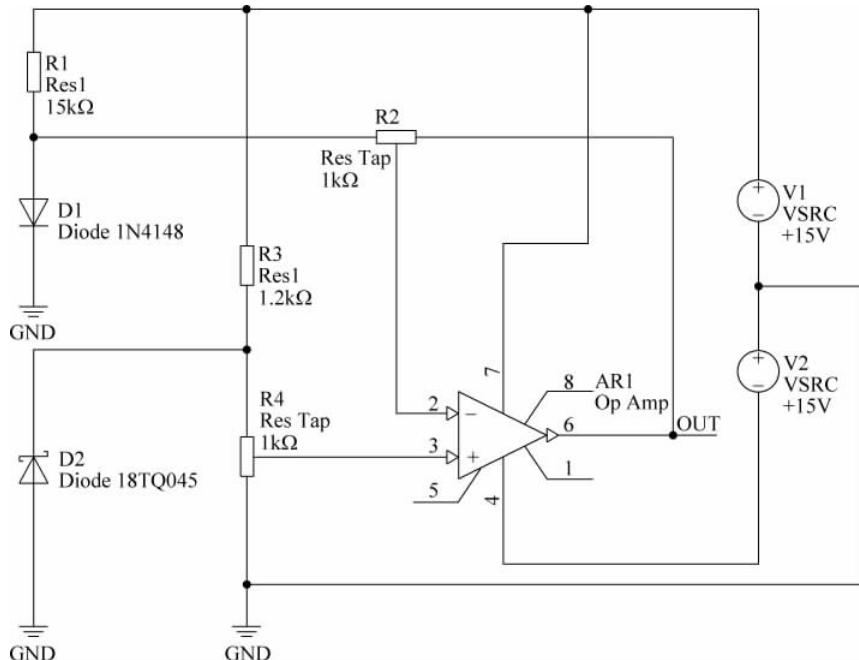

图 3-75 修改电路元件参数
(6) 如图 3-75 所示,将 V1 和 V2 设置为 +15V,其他元器件参数按图中设置。
(7) 为了方便对仿真结果的分析,如图 3-75 所示,在放大器的输出端放置名字为 OUT 的网络标号。
(8) 保存设计文件,将其保存到 temperature_analysis 目录下。